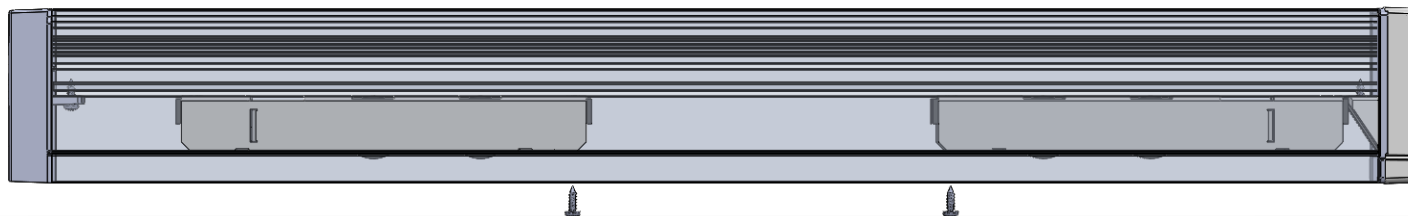

Figura 25
- Una vez fijadas las Tapas del perfil, procedemos a fijar los carros de rodadura mediante 1 tornillo DIN 7504 3,5 x 13 (Figura 25).